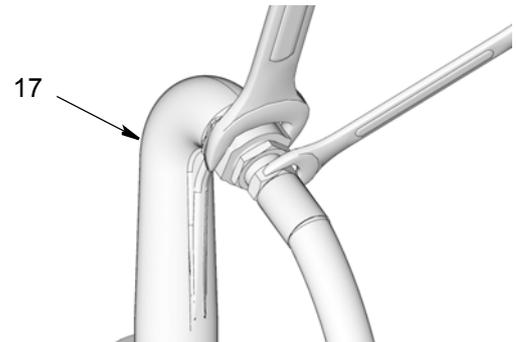

FIG. 35
5. Schlauchende sicher am Auslass (17) befestigen, indem zwei Schlüssel an den Flächen angesetzt und in gegenüberliegende Richtungen gezogen werden, um den Schlauch fest am Auslassfitting festzuziehen (FIG. 35).